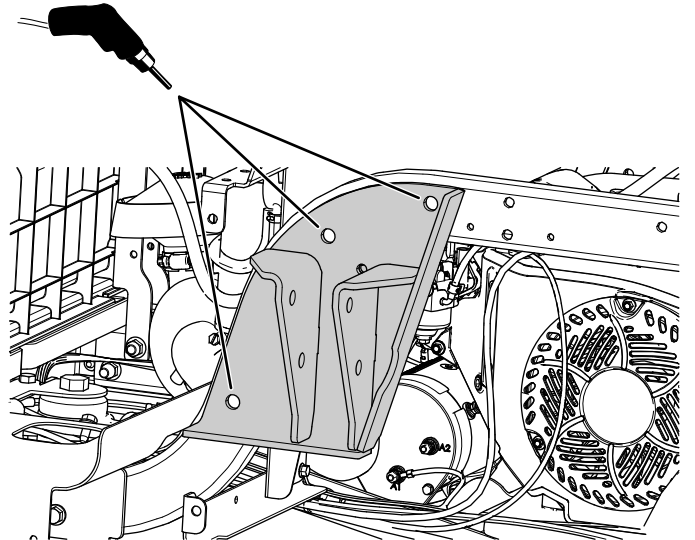

Bild 14
4. Verwenden Sie die Überrollschutzhalterung als Schablone und bohren Sie drei Löcher (13,5 mm) den Rahmen (Bild 14).